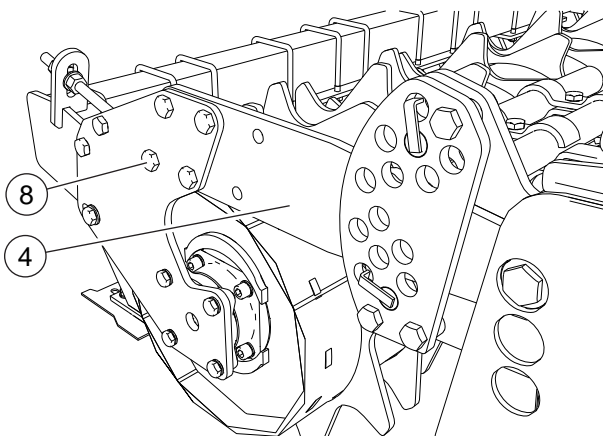

FIG. 12
- Montar la unidad rodillo. Enroscar los tornillos (8, “Fig. 12”) de los soportes del rodillo al brazo (4).